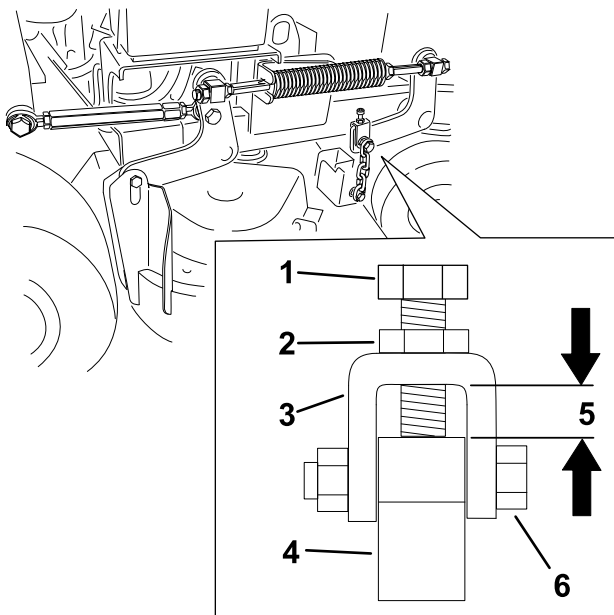

図 79
注 この適正距離は 図 79 に示すように 11 mm であることが必要。
6. 調整が必要な場合は、上チェーンボルトをゆるめる 図 79。
7. 図 79 に示す正しい距離になるように、ジャムナットをゆるめて調整ボルトで調整を行う。